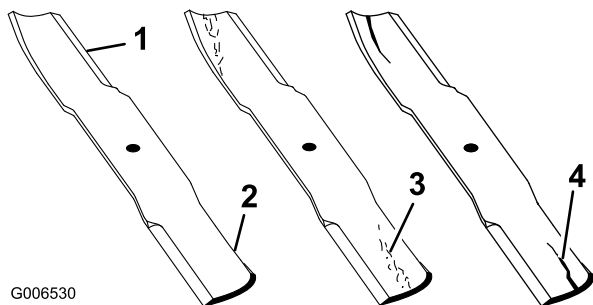

Рисунок 101
2. Осторожно проверьте режущие кромки ножей, особенно в точке соединения плоской и криволинейной части ножа (Рисунок 101). Проверяйте ножи перед эксплуатацией газонокосилки, поскольку песок и абразивный материал могут стачивать металл между плоской и криволинейной частями ножа. При обнаружении износа (Рисунок 101) замените нож.